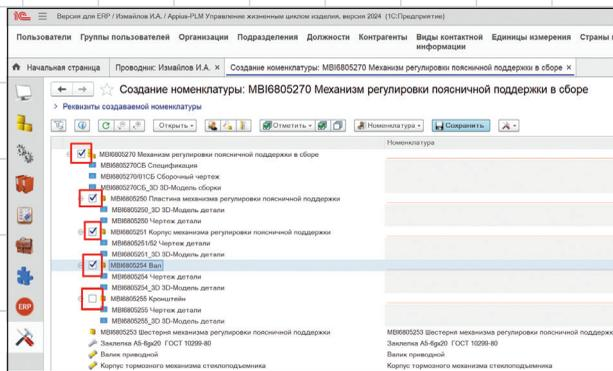

Рис. 2
- выделяем необходимые элементы (рис. 2),